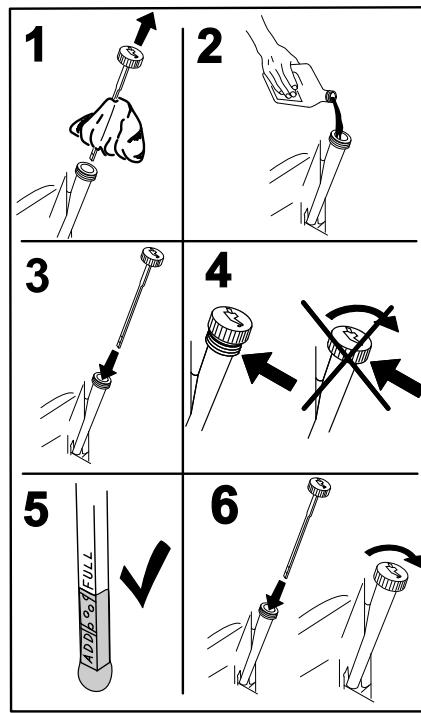

Figura 48
- Vierta lentamente un 80% aproximadamente del aceite especificado por el tubo de llenado, luego añada lentamente el resto del aceite hasta que llegue a la marca **Full** (Figura 48).